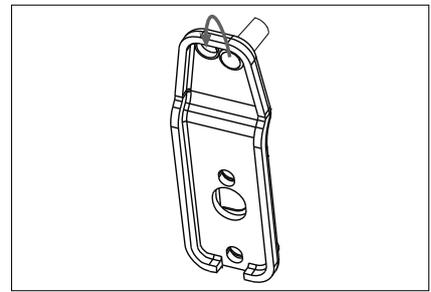

Abb. 3
- ▶ Entfernen Sie den Scharnierzapfen des unteren Scharniers mit einem Schlitzschraubendreher und versetzen den Scharnierzapfen in die nebenliegende Bohrung (Abb. 3).